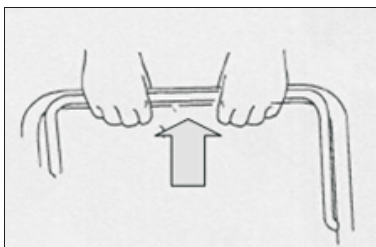

Fig. 2A
a) De pé atrás da unidade, segure a alavanca de controle de travagem e segure-a contra a barra superior. (Fig. 2A)